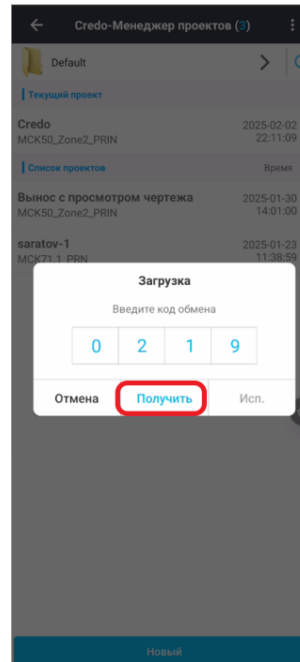

Рисунок 2.2.14
- В появившемся окне введите код обмена экспортирующей стороны (Рисунок 2.2.14).